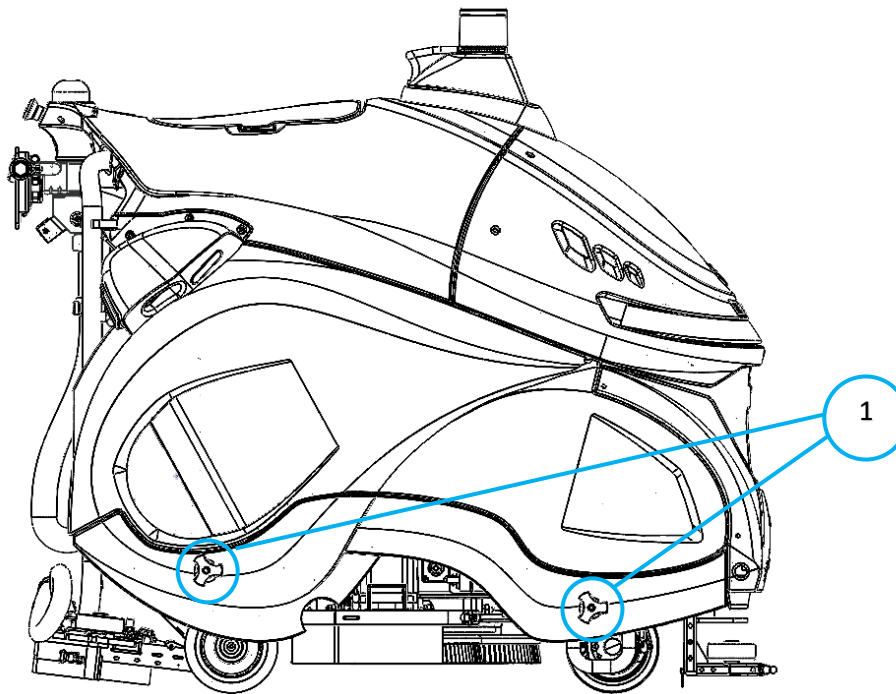

Fig. 1
1. Détachez les deux boutons bleus sur le côté droit du REX (Fig.1).